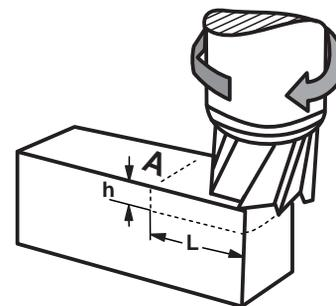

Fig. 1
a) Frese la superficie de referencia A. (Fig. 1).